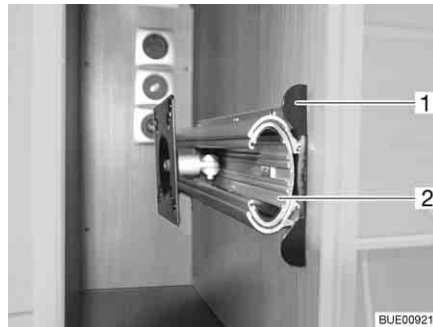

Fig. 65 Suporte no móvel para televisão
- Empurre para dentro a régua de destravar (Fig. 65,1).
- Puxe o esticador (Fig. 65,2) para fora até ao encosto.
- Desloque para dentro o esticador (Fig. 65,2) até que a régua de destravar (Fig. 65,1) encaixe.